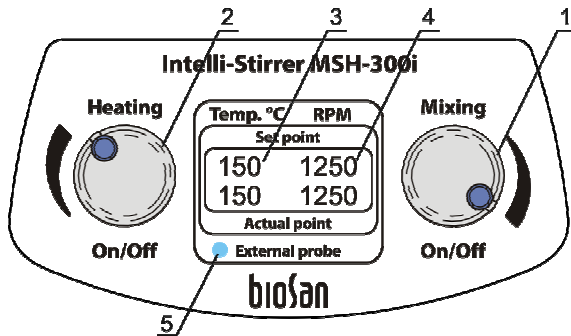

Abb. 2. Steuerung
- In der oberen Zeile **Set point** (eingestellter Punkt): Temperaturmodus (OFF[Aus]) oder zuvor eingestellte Temperatur (Abb. 2/3) einer Heizfläche oder Flüssigkeit (wenn die externe Sonde aktiviert ist) und eingestellte Geschwindigkeit des Magnetrührelements (Abb. 2/4);
- 4.5. Schalten Sie mit dem Knopf **Heating** (Heizen) (Abb. 2/2) die Heizung auf **On** (Ein) und stellen Sie die gewünschte Temperatur ein (von 30 °C bis 330 °C).
Die Anzeige der externen Sonde leuchtet auf der Steuerungstafel auf (Abb. 2/5) und zeigt damit an, dass die Temperatursteuerung ab jetzt von der externen Sonde übernommen wird.
Schalten Sie mit dem Knopf **Heating** (Heizen) (Abb. 2/2) die Heizung auf **On** (Ein) und stellen Sie die gewünschte Flüssigkeitstemperatur ein (von 20 °C bis 150 °C).
Wenn die Anzeige (Abb. 2/5) blinkt, zeigt sie an, dass die externe Sonde nicht in Flüssigkeit eingetaucht ist und die Plattentemperatur die max. Temperatur von 340 °C erreicht hat. Dies kann einen Notfall verursachen. Tauchen Sie daher entweder die Sonde in Flüssigkeit oder schalten Sie das Gerät aus.
- 4.8. Schalten Sie mit dem Knopf **Mixing** (Mischen) (Abb. 2/1) den Mischmodus auf **On** (Ein) und stellen Sie die gewünschte Geschwindigkeit ein (im Bereich von 100 bis 1250 rpm).